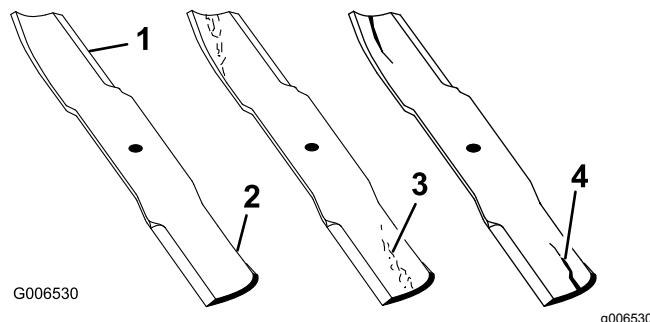

Figura 66
1. Controllate i taglienti (Figura 66).
4. Se notate la formazione di crepe, usura o una fessura in quest'area, montate immediatamente una lama nuova (Figura 66).